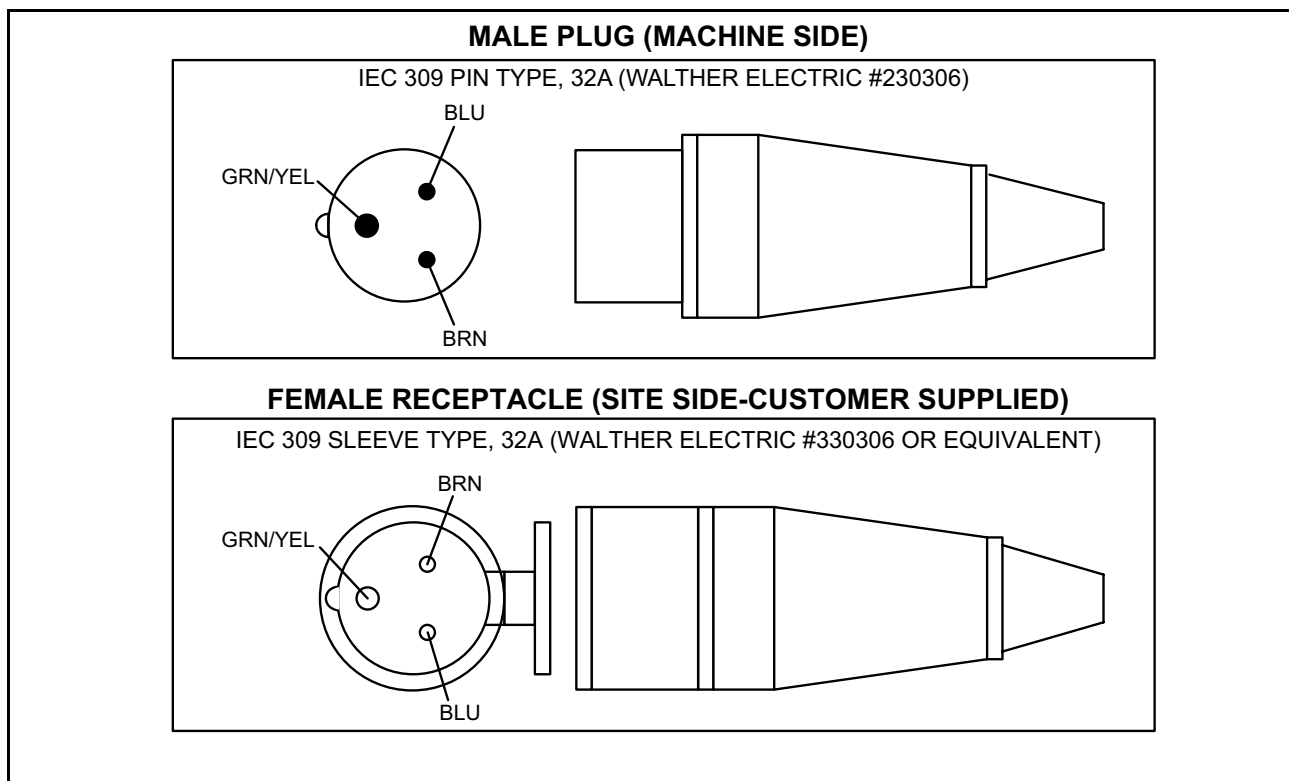

Figura 3-14: Requisitos de Receptáculo e Plugue da Europa (UE)
Para instalações de receptáculos e plugues, utilize um receptáculo tipo Luva IEC 309 (Walther Electric #330306 ou equivalente). Consulte o diagrama de receptáculos e plugues da Europa (UE) na Figura 3-14.